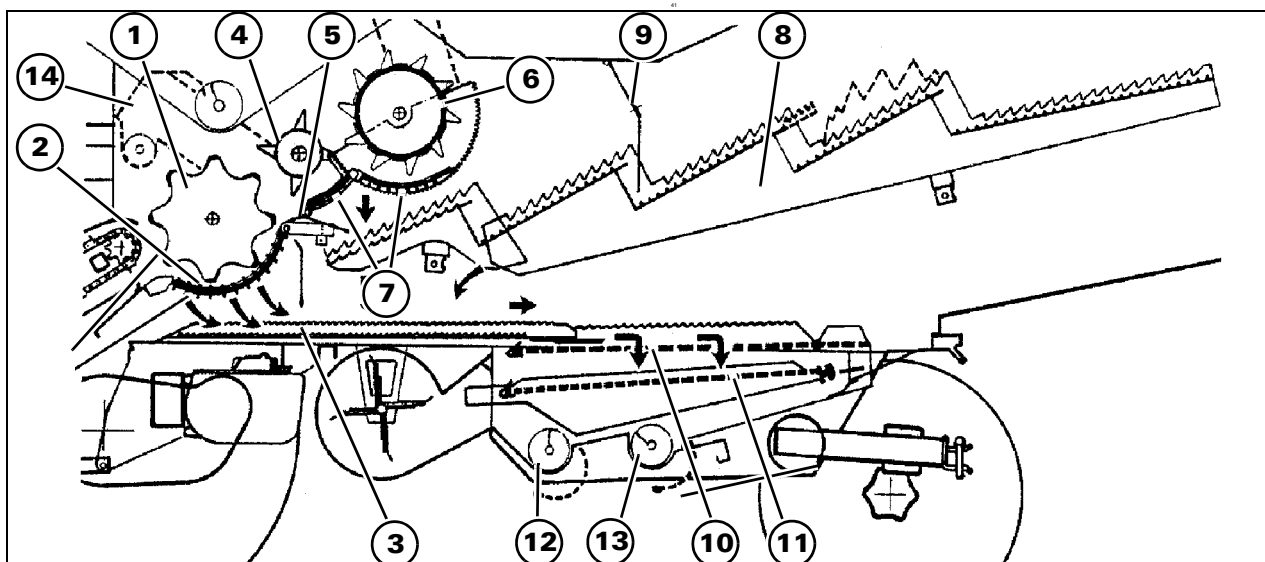
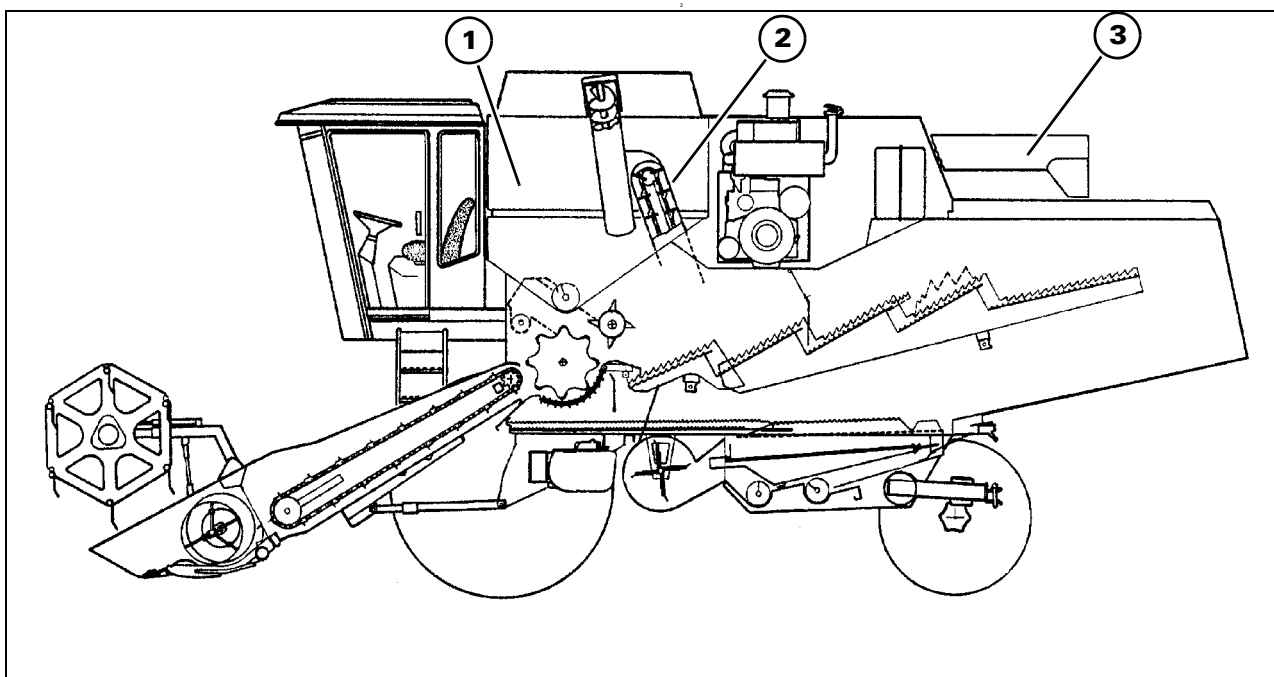

Рис. 3
Рис. 4
### 2. Обмолот - Рис. 3
### 3. Сепарация - Рис. 3
### 4. Очистка - Рис. 3 и Рис. 4
Зерна проходят через нижнее решето (11), подаются поперечным шнеком (12) на транспортер (2 - Рис. 4), затем поступают в зерновой бункер.
### 5. Хранение и разгрузка зерна - Рис. 4